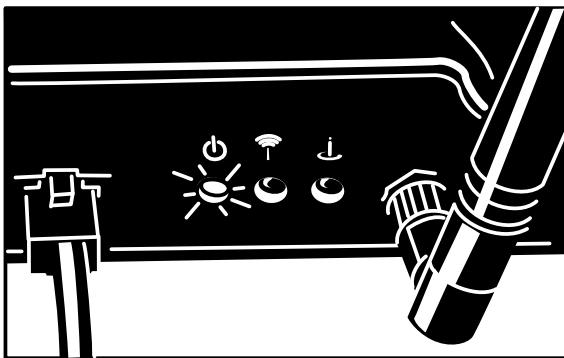

Figura 10
2. Asegúrese de que se enciende el indicador de alimentación (Figura 10).